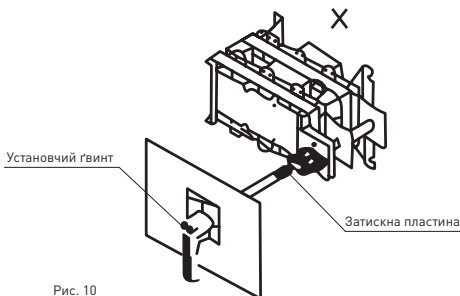

Рис. 10
- встановіть ручку на квадратний вал згідно зі схемою, затягнувши гвинтом M4x25, стрілка ручки повинна збігатися з напрямком показника стану вимикача (Рис. 10).